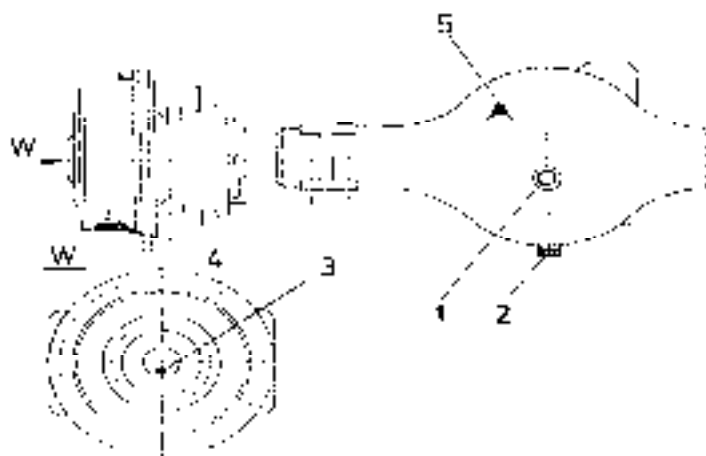

Рис. 5.35. Пробки ведущего моста
1. Установить погрузчик на горизонтальном участке местности. Перемещая машину, следует установить ее так, чтобы пробка (3) контрольно-заливного отверстия одной из планетарных передач, показанная на Рис. 5.35, оказалась в самой низкой точке.
3. Выкрутить пробку (3) контрольно-заливного отверстия корпуса проверяемой планетарной передачи. Масло должно сочиться из резьбового отверстия. Если уровень масла недостаточен, то следует долить масло через это контрольно-заливное отверстие до требуемого уровня. См. пункт 5.4.5. таблица 2 и пункт 5.4.6. таблица 3.
4. Закрутить пробку (3) контрольно-заливного отверстия.
5.10.2. ЗАМЕНА МАСЛА В МОСТАХ (Рис. 5.35)
2. Выкрутить пробку (2) сливного отверстия корпуса главной передачи и слить из нее масло.
3. Растормозить машину и переместить ее так, чтобы пробка (4) сливного отверстия другой планетарной передачи заняла самое низкое положение. Затянуть стояночный тормоз, выкрутить пробку (4) этой планетарной передачи и подождать, пока масло полностью не сольется из передачи.
4. Закрутить пробки (2 и 4) сливных отверстий, заполнить маслом ведущий мост до уровня контрольно-заливного отверстия (1) главной передачи и контрольно-заливного отверстия (3) другой планетарной передачи. Закрутить пробки (1 и 3) и переместить машину так, чтобы можно было проверить уровень масла в первой планетарной передаче. При необходимости долить масло в первую планетарную передачу и закрутить пробку (3) контрольно-заливного отверстия этой передачи.
7. При замене масла в ведущих мостах одновременно очистить сапуны (5, Рис. 5.35). Их обслуживание сводится к следующему: выкрутить сапун из балки моста, промыть его в керосине или в растворителе, просушить (лучше сжатым воздухом) и установить сапун на место.
8. При каждом откручивании магнитных пробок (2 и 4, Рис. 5.35) необходимо удалять с них имеющиеся загрязнения промывкой в бензине и просушкой струей сжатого воздуха.